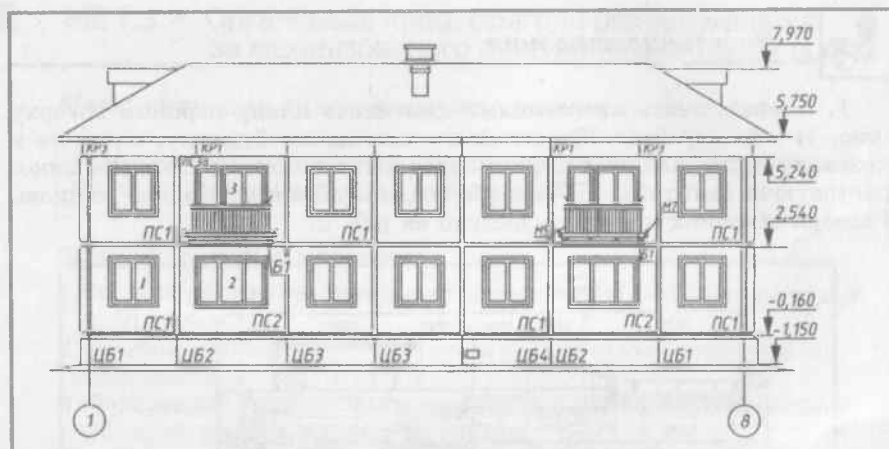

Рис. 2. Фасад житлового панельного будинку:
3. Визначте обсяг робіт з фарбування фасаду житлового будинку в осях 1–8 (див. рис. 2):